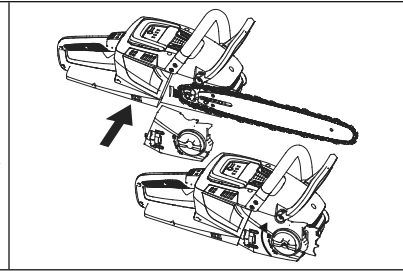

FIG. 13
7. Remplacez le couvercle latéral et serrez légèrement le bouton du couvercle latéral (fig. 13).